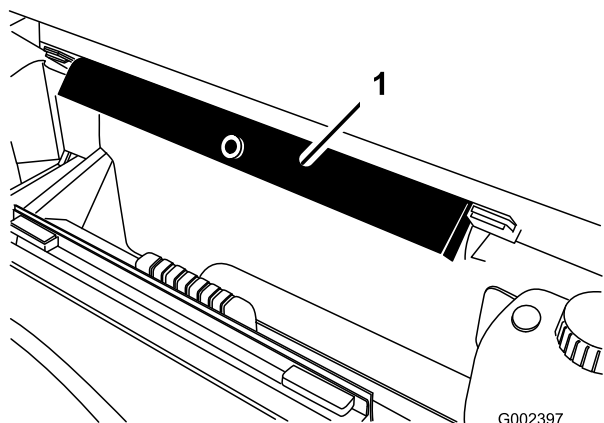

Рисунок 99
8. Выньте опору кузова из кронштейнов для хранения на задней стороне панели конструкции ROPS (Рисунок 99).